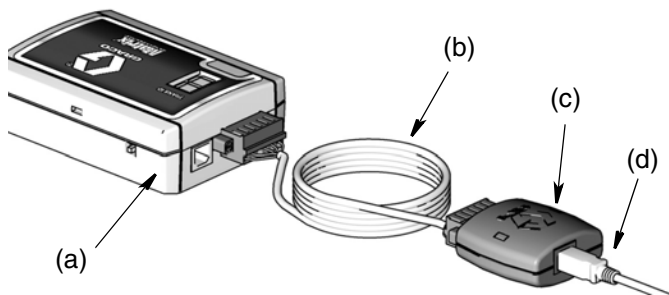

FIG. 8
Convertitore RS422 (c) (FIG. 8) - per distanze di cablaggio fino a 1219 m (4000 ft).
- Connessione dei componenti: Ricetrasmittitore (a), cavo RS422 (b), convertitore RS422 (c) e cavo USB (d) come mostrato in FIG. 8.